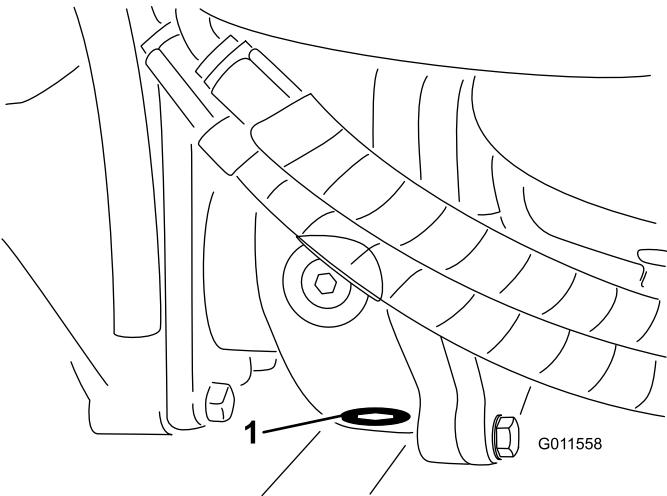

Bild 109
5. Reinigen Sie den Bereich um die Ablassschraube an der Unterseite des Getriebes (Bild 109)